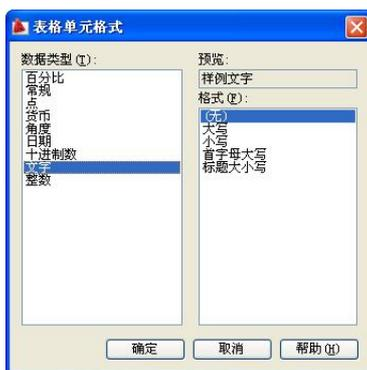

图 3-55 设置表格单元格式
- 格式：通过该按钮，可以为单元格内容设置输入格式，将打开如图 3-55 所示的对话框，进行相应选择即可。选择的数据类型不同，显示内容也将不同。